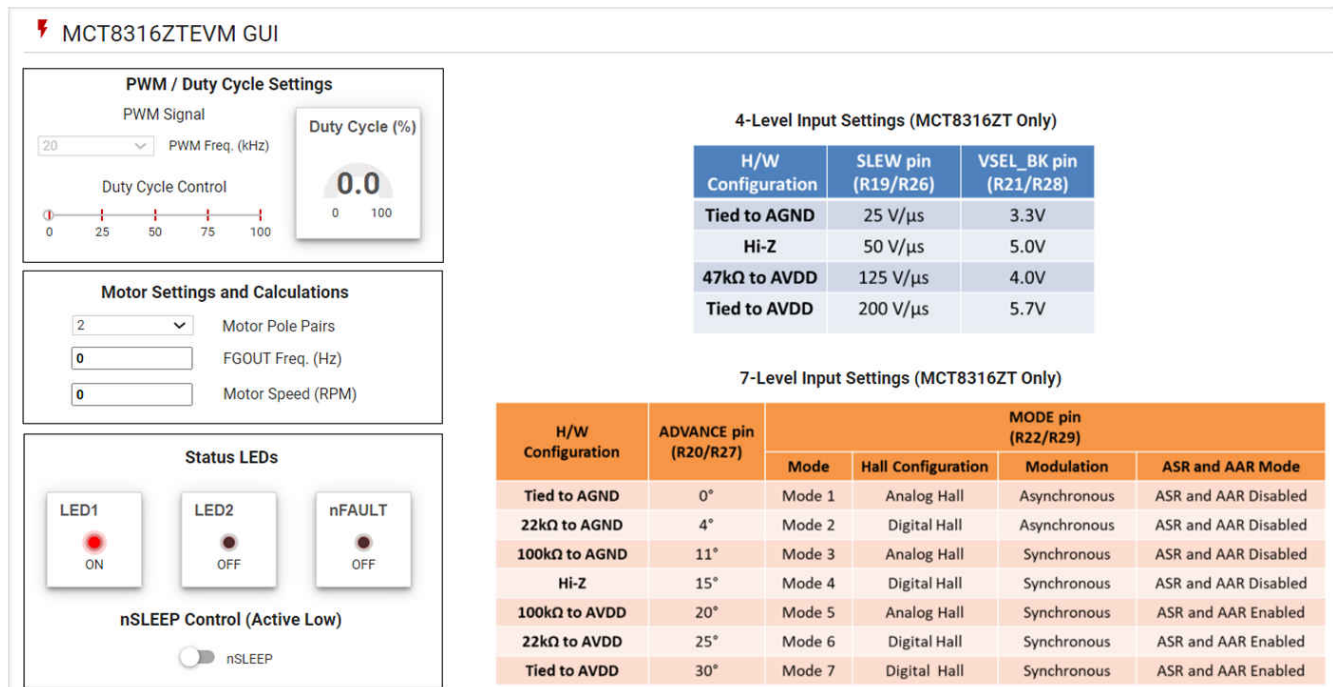

图 6-3. MCT8316ZTEVM GUI
3. 一旦加载项目，点击播放按钮 () 以启动 MCT8316ZTEVM GUI，如图 6-3 所示。